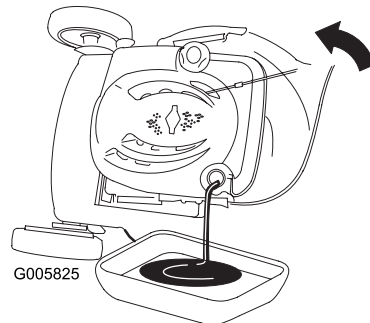

Figura 28
3. Coloque el cortacésped de lado con el filtro de aire hacia arriba para drenar el aceite usado a través del tubo de llenado de aceite (Figura 28).